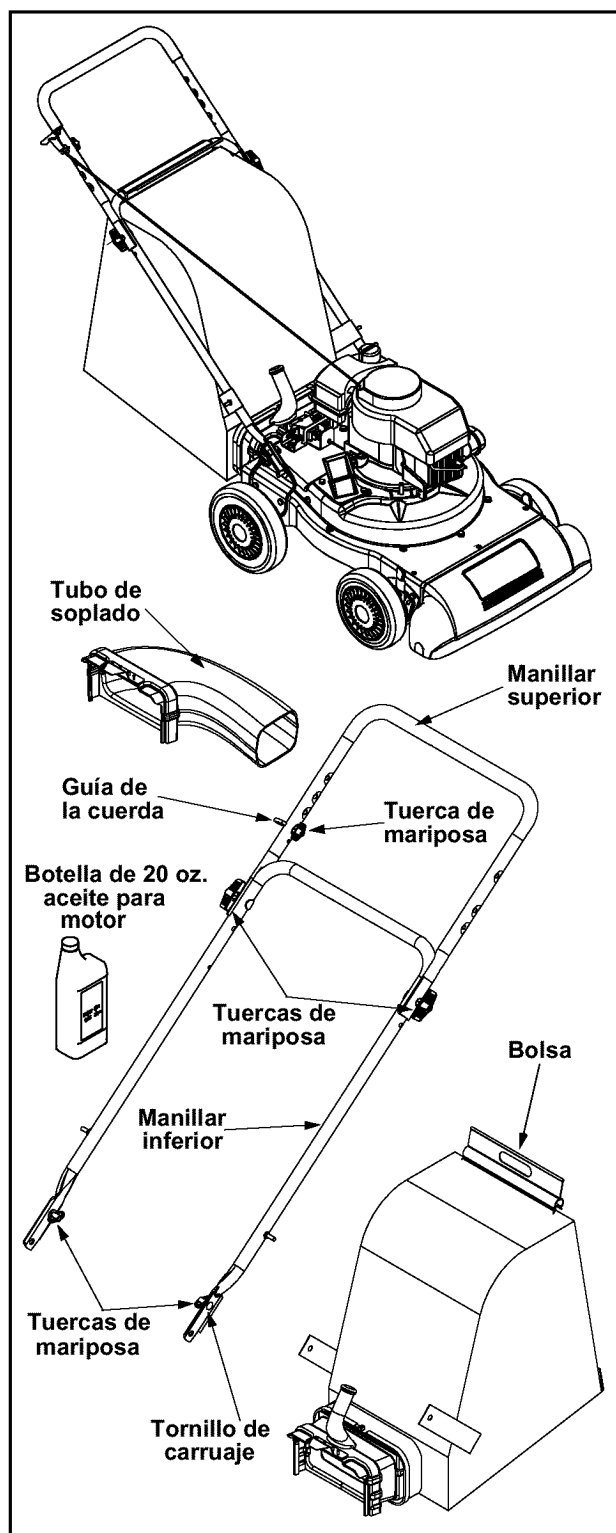

Figura 1
**NOTE:** Para determinar los lados derecho e izquierdo de la aspiradora para jardines, situarse detrás de la máquina, en posición de manejarla. Ver la figura 1.
La aspiradora para jardines fue armada en la fábrica, con la excepción del manillar, recolector y tubo de soplado. Estos componentes se envían sueltos en la caja de cartón. En la caja también se incluyen anteojos de seguridad y una botella de 20 onzas de aceite para motor. Ver la figura 1.
Ver la figura 1
- Plegar el manillar superior hasta que quede alineado con el manillar inferior. Ver la figura 1.